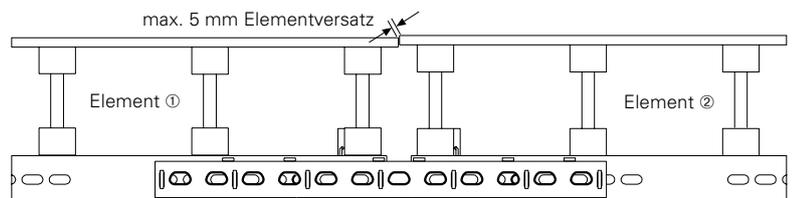
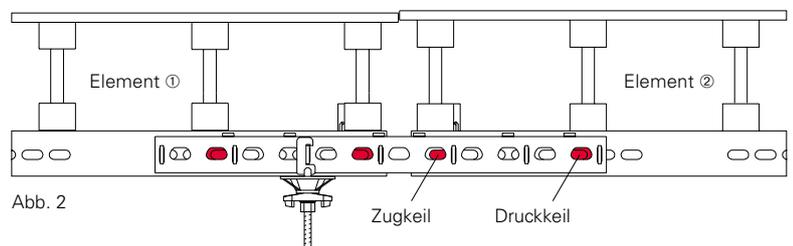

Abb. 1
Abb. 2
- Die Verjüngung der trapezförmigen Ausstanzung zeigt dabei zur Schalhaut. (Abb. 1)
- Bei Elementversatz Richtspanner VRS am nach hinten stehenden Element ① einhängen.
- Zugkeil am Element ② lösen.
- Mit Druckkeil am Element ② Stoßfuge leicht öffnen. (Abb. 2)
- Zug- und Druckkeil am Element ① leicht lösen.
- Druckkeil an Element ② lösen.
- Mit Zugkeil am Element ② Stoßfuge dichtziehen.